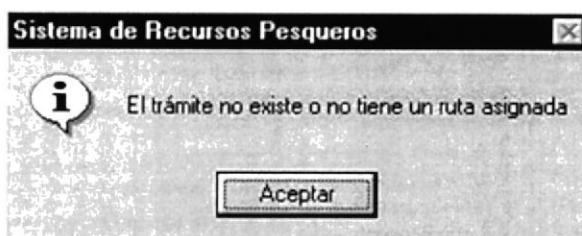

Figura 10.3 Mensaje de Trámite no existe
3. Ingrese el código del trámite y luego presione la tecla Enter, en caso de no conocer el código de click en el botón de búsqueda que se explica en el capítulo 12, seleccione el trámite que automáticamente se llenará el respectivo código y la descripción. En caso de no existir el código del trámite aparecerá la siguiente pantalla (ver figura 10.3)